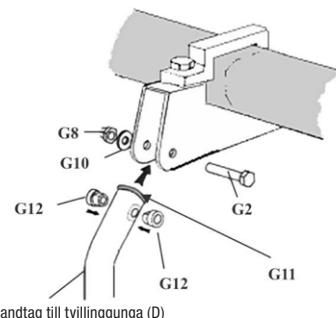

Fig 13
- 8.** Tryck i plastgenomföringarna (G11) i övre änden av handtagen till tvillinggungan (D). Tryck i plastyrlorna (G12) på båda sidor om handtagen. Sätt därefter i handtagen i fästet och fäst med 50 mm M8 6-kantsbult (G2), M8 brickor (G10) och M8 kupolmuttrar (G8). Se fig 13. Upprepa monteringen för andra handtaget.